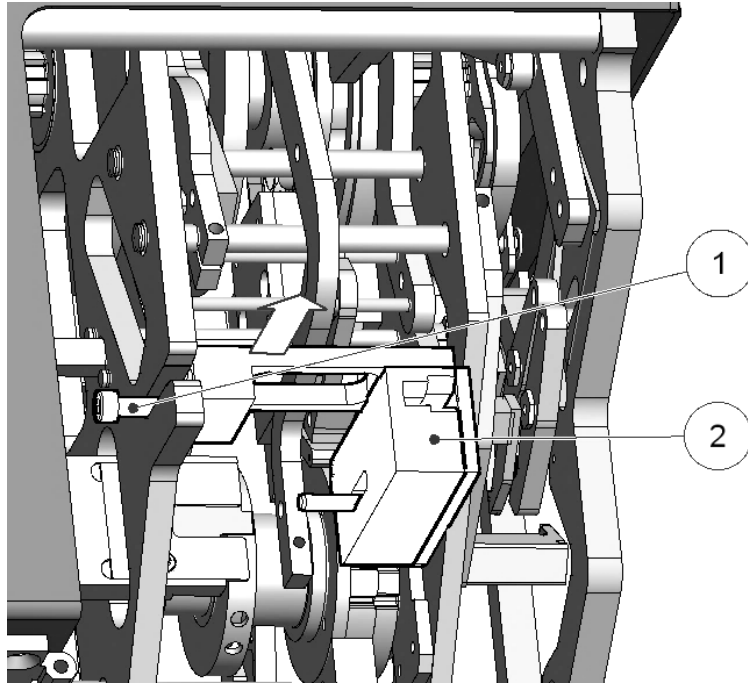

Abb. 20: Magazin
- Mit Inbusschlüssel Größe 4 Schraube (vgl. Abb. 20, Pos. 1) lösen.
- Magazin (vgl. Abb. 20, Pos. 2) nach oben entnehmen.